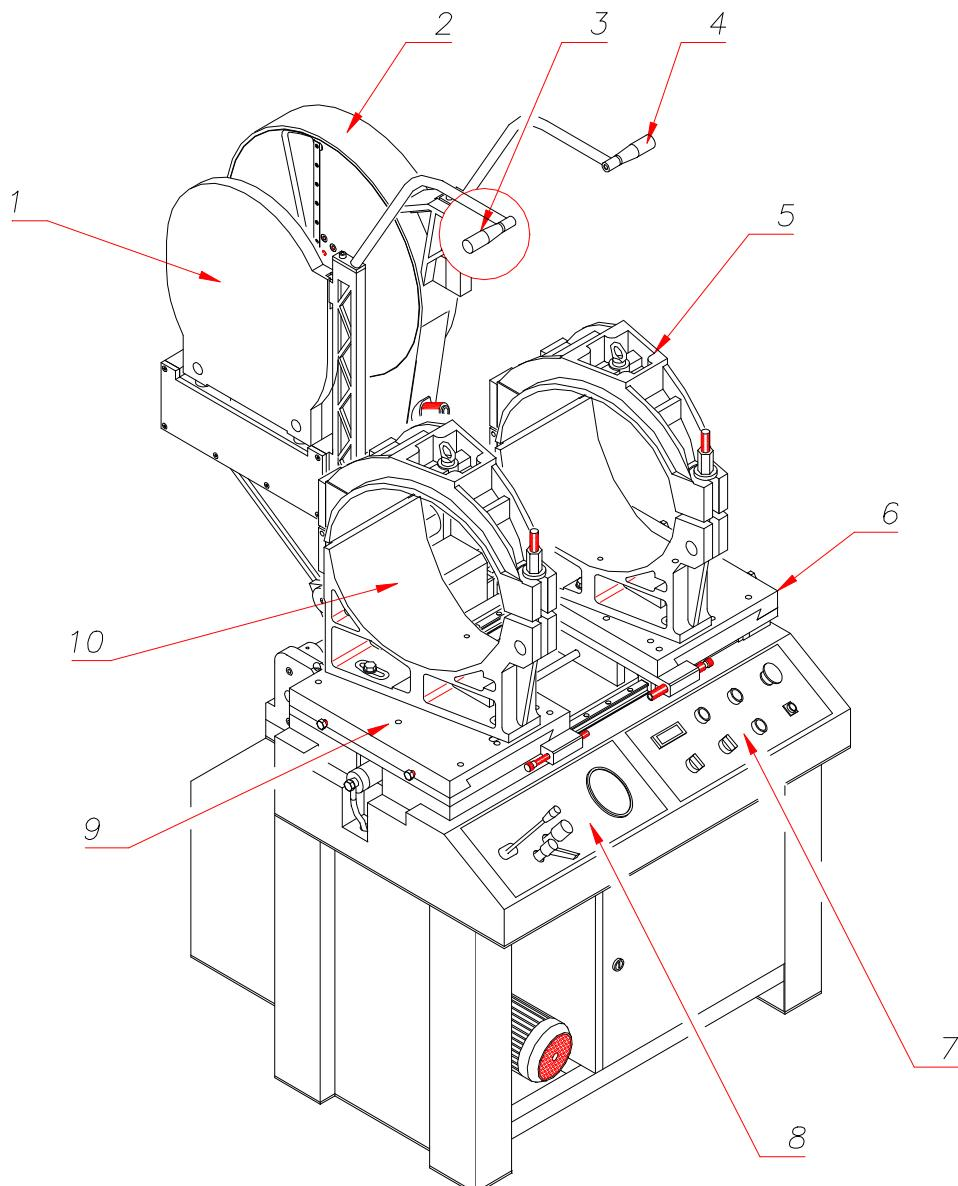

Рис. 2 Составные части базового комплекта PL 400 C
**В базовую комплектацию машины PL 400 C включены (рис. 2):**
- Основная машина с левым (9) и правым (6) подвижными столами, с гидравлической системой, панелью управления электроприборами (7) и панелью управления гидравлической системой (8);
- Электроторцеватель (2) с рукояткой (4);
- Сварочное зеркало (1) с рукояткой (3);
- Правый (5) и левый (10) призматические зажимы Ø400мм для выполнения угловых швов в диапазоне 0-45° при производстве отводов;